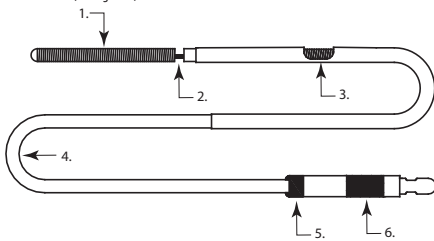

Figura 1
2. Avance lentamente a mola destacável Axiom™ Prime para fora da bainha introdutora e para a palma de sua mão enluvada e verifique se existem irregularidades na mola ou na zona de destaque. Devido aos riscos potenciais de irregularidades, deve ser realizado um exame visual. Se existirem irregularidades, substitua por uma mola destacável Axiom™ Prime nova (ver Figura 1).